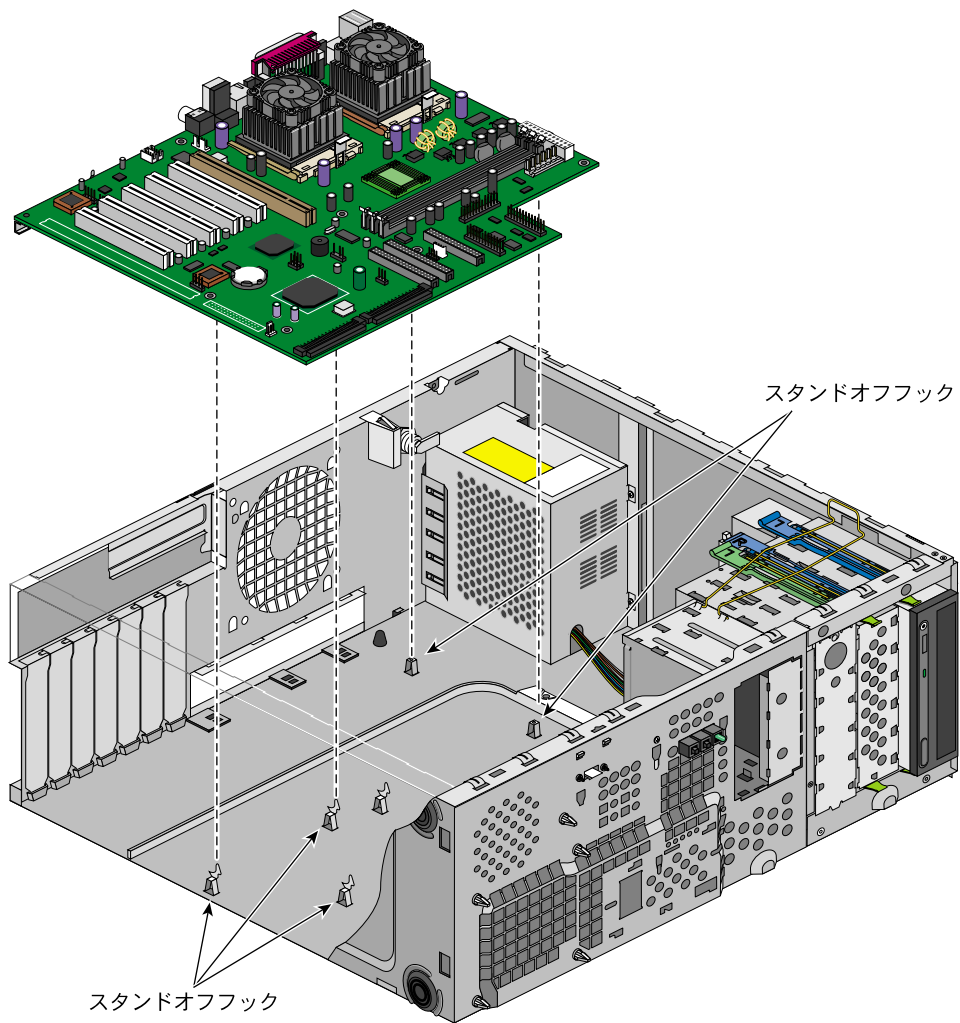

図 2-24 スタンドオフフックへのシステムボードの取り付け
4. スタンドオフフックがシステムボードの対応する穴に挿入されるようにシステムボードを取り付けます。図2-24 にその手順を図示します。